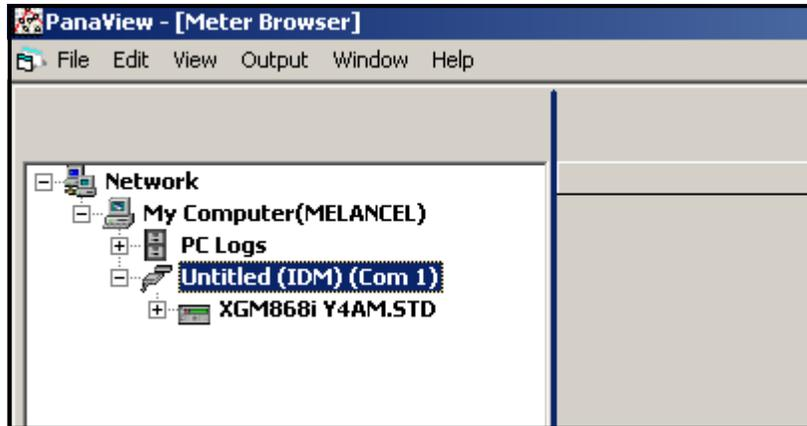

Figure 37 : Arborescence du réseau mise à jour
Si l'initialisation est réussie, le *Navigateur de débitmètre* affiche une liste similaire à la Figure 37.
1. Dans l'arborescence des débitmètres dans le *Nouveau navigateur de débitmètre* (voir Figure 37 à la page 85), cliquez sur l'entrée XGM. L'écran ressemble maintenant à la Figure 39.